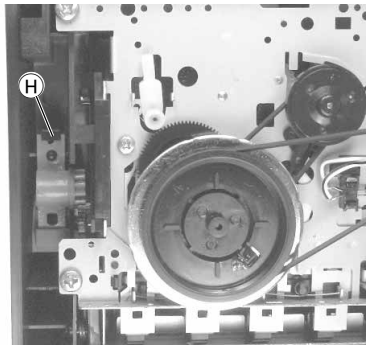

Fig. 28
- Die Rastnase **Ⓗ** (Fig. 28) ausrasten und die Cassettentürbremse M9¹ herausnehmen.
- Disengage catch **Ⓗ** (Fig. 28) and remove brake M9¹ of the cassette door.